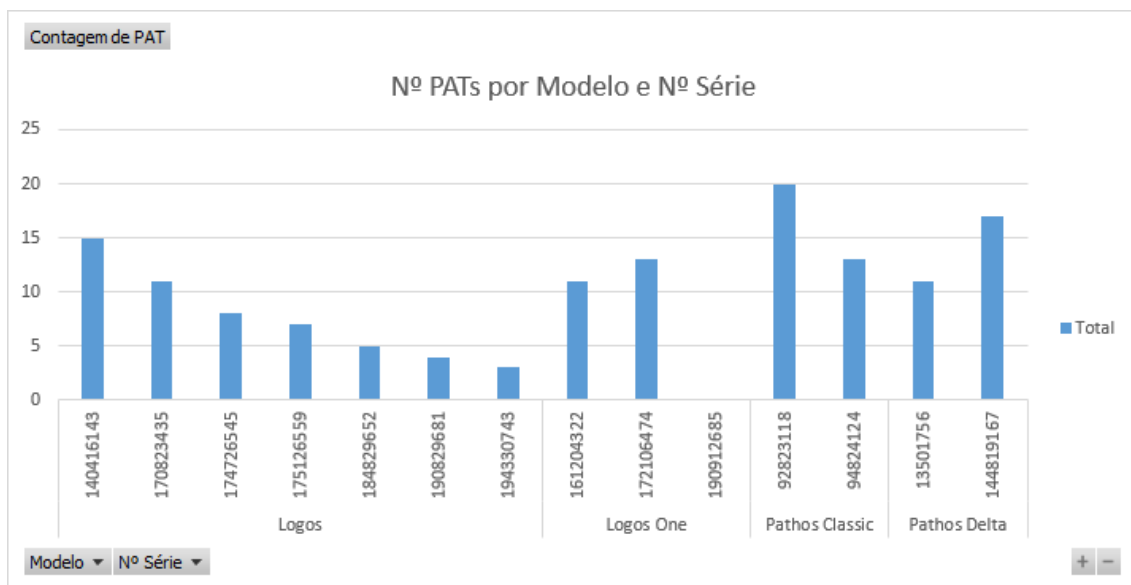

Figura 3.2 – Gráfico dos PATs por modelo e número de série
- número de PATs por equipamentos: pretendeu-se perceber de um modo geral quantas intervenções foram efetuadas a cada um dos modelos. Também se pode distinguir dentro de cada um dos modelos a quais equipamentos foram realizadas as intervenções. Numa primeira análise pode-se concluir que quanto mais antigos os equipamentos, maior o número de intervenções. Na tabela 3.2 e figura 3.2, seguintes, estão indicados e representados respetivamente, para cada número de série quantos PATs foram abertos.